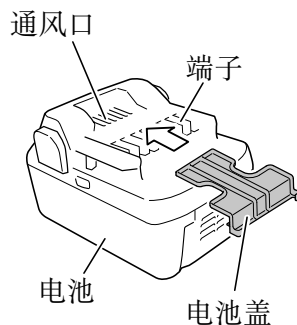

图 2
- 为防止发生短路，应将电池装入工具中或者在存放时牢固地插入电池盖，直至看不到通风口。（参照图 2）